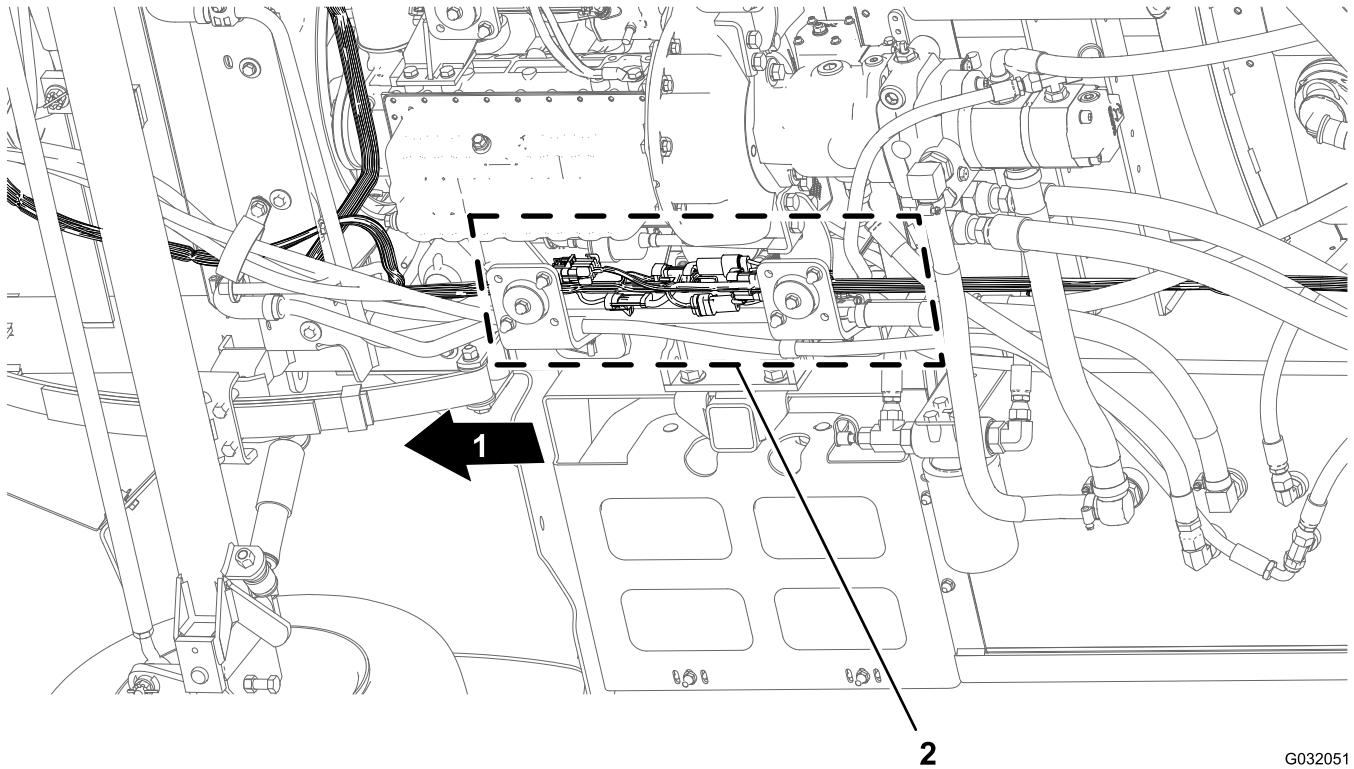

Bild 7
1. Suchen Sie an der Maschinenunterseite entlang des rechten Rahmenrohrs die elektrischen Anschlüsse für den vorderen und hinteren Kabelbaum der Maschine (Bild 7).